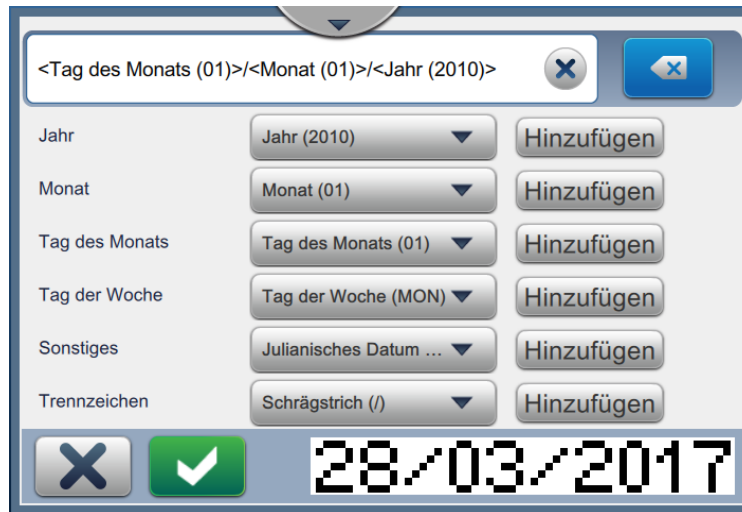
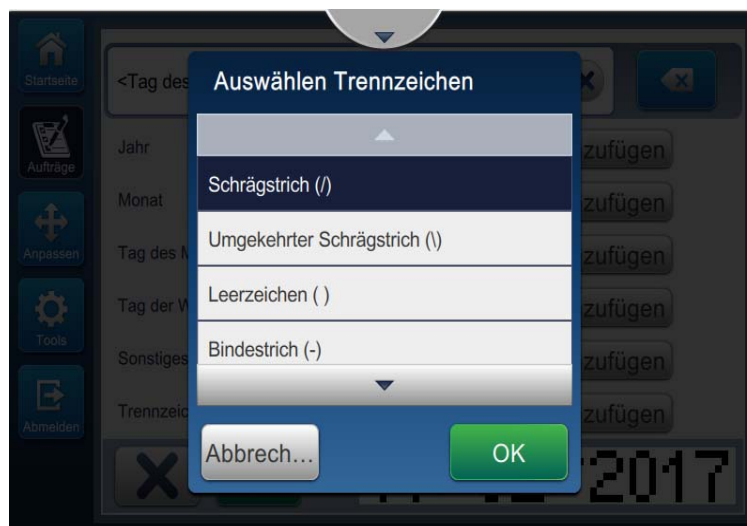

Abbildung 5-10: Bildschirm „Datumseinrichtung“
Abbildung 5-11: Bildschirm zur Einrichtung von Datumstrennzeichen
2. Wählen Sie das erforderliche Format aus der Liste der Optionen (Jahr, Monat, Tag im Monat, Wochentag, Sonstige, Trennzeichen) aus (siehe Abbildung 5-10). Mit jeder dieser Optionen sind verschiedene Layouts verbunden, die aus einer Dropdown-Liste ausgewählt werden können. Ein Beispiel finden Sie in Abbildung 5-11.
3. Nachdem Sie das erforderliche Format ausgewählt haben, berühren Sie die **Hinzufügen** Schaltfläche, um zum Datumsformat zu wechseln. Auf dem Display wird nun das erstellte Datumsformat angezeigt (siehe Abbildung 5-10).